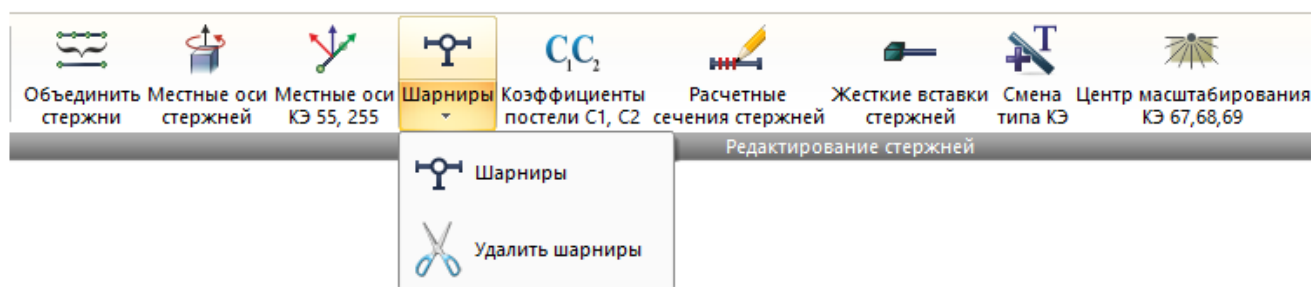

Рис. 158. Раскрывающийся список Шарниры
**Шарниры** (рис. 158) – раскрывающийся список, который содержит операции по заданию или удалению шарниров в начале или в конце стержня.